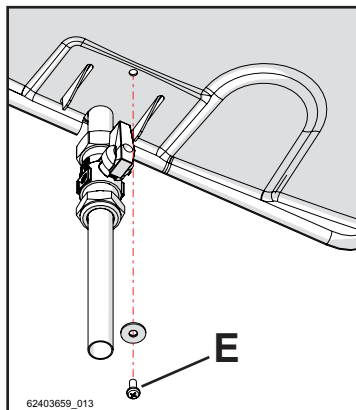

Figura 5-43
- 8 - Bloccare la copertura con l'apposita vite di serraggio "E", come in figura 5-43;
- 1 - Rimuovere la vite di fissaggio "E" di figura 5-43;